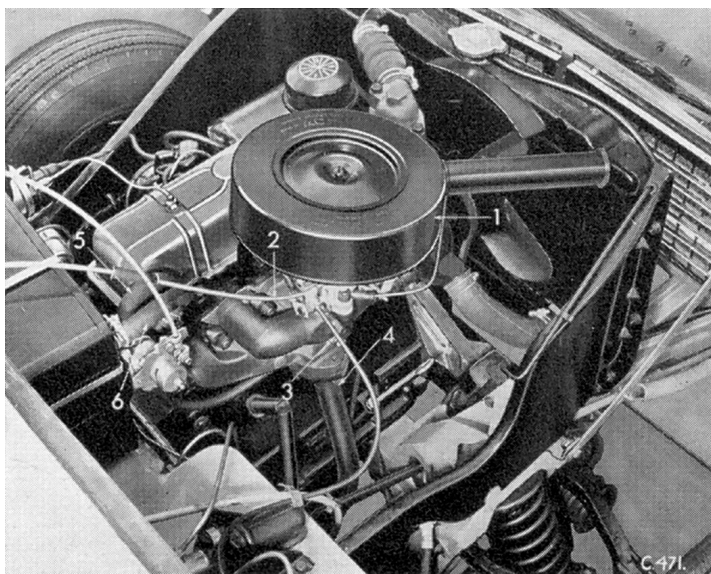

Fig. 12. Vue du côté droit du moteur
En se référant à la Fig. 12, déconnecter côté droit :
- Le flasque (4) et attache du tuyau d'échappement au carter d'embrayage (Fig. 12).
- Les tuyaux de l'appareil de chauffage (5 et 6) (Fig. 12).
- Commandes du starter et du papillon du carburateur (2 et 3) (Fig. 12).
- L'épurateur d'air (1) (Fig. 12).